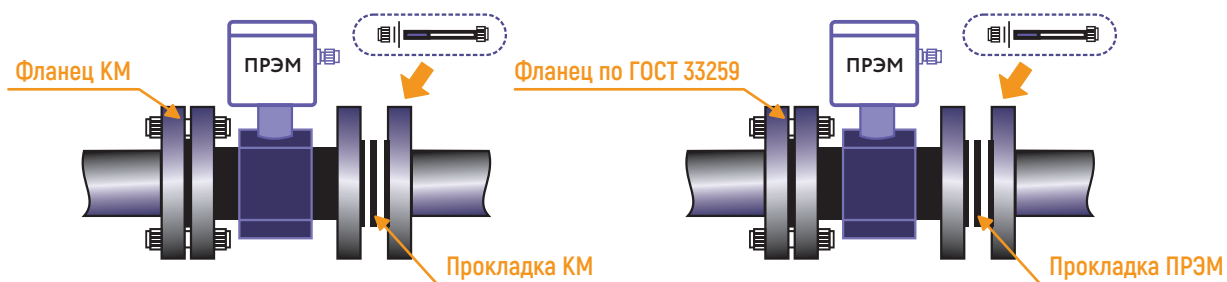

Рисунок 20. Варианты монтажа ПРЭМ фланцевого исполнения
- Установить расходомер между фланцами Рисунок 20 и зафиксировать его болтами. Затянуть гайки болтов.